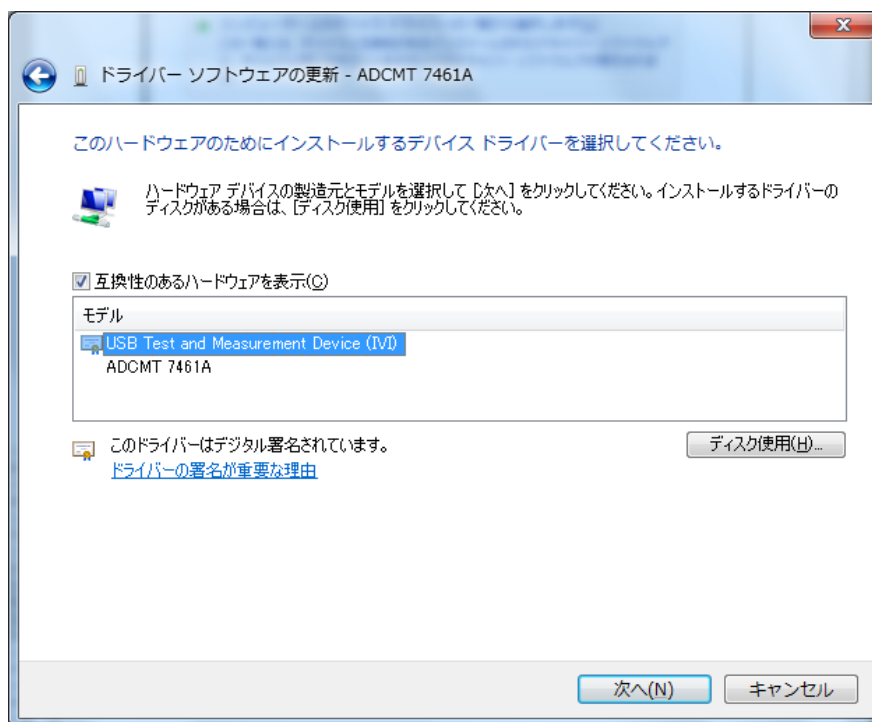

図 2-5
- ⑤ モデルから「USB Test and Measurement Device(IVI)」を選択して「次へ(N)>」を押します。(図 2-5)